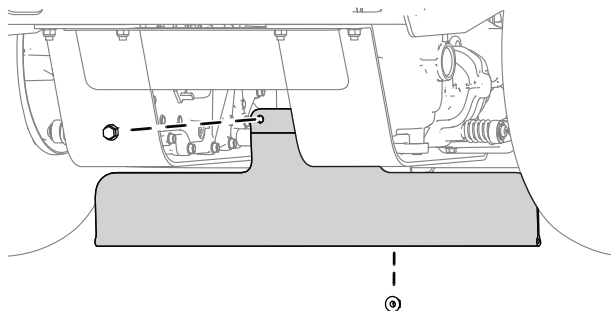

Figura 5
3. Montate la protezione utilizzando 2 bulloni (5/16" x 3/4") e 2 dadi (5/16"), come illustrato nella Figura 5. La protezione deve poter oscillare avanti e indietro.